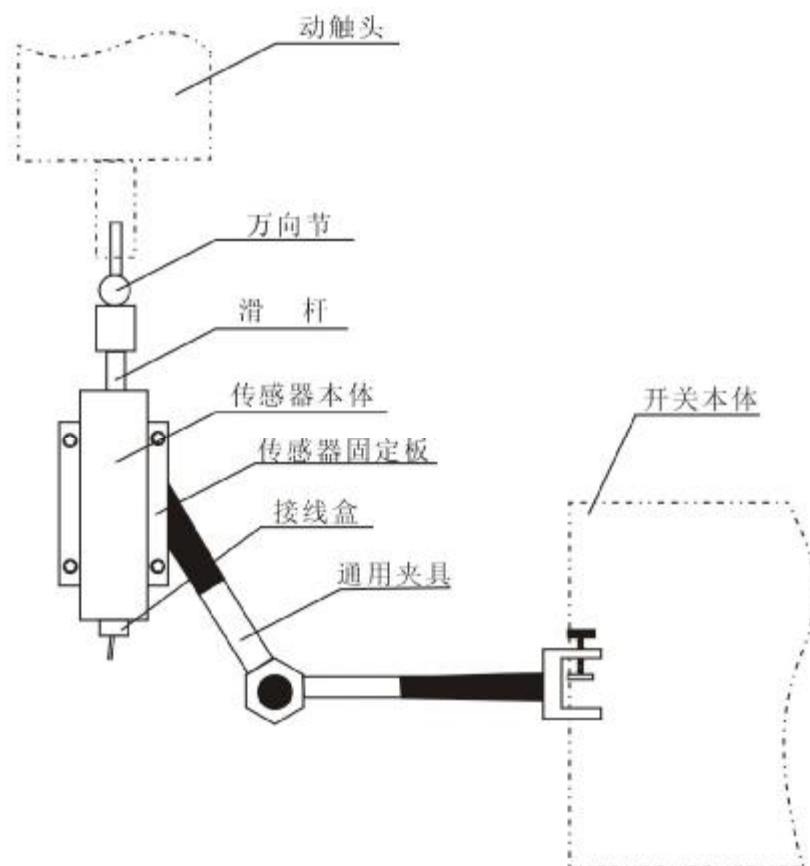

图 6 线性位移传感器的安装
(1) 传感器由以下几部分组成：本体、滑杆、万向节、固定夹板、接线盒几部分组成。
(2) 传感器的固定及安装（见图 6）：将传感器本体固定在传感器固定板上，中间通过通用夹具固定到开关本体上，通用夹具角度可调。传感器无法用通用夹具安装的开关，可以由客户提供开关的相关部分机械图纸，我公司可以制作专用的传感器夹具。
(3) 滑杆经万向节连接到开关动触头上。安装时请尽量使用传感器行程的中部位置，确定触头的分合位置，使触头的行程包含在滑杆的行程中，并且动触头行程在滑杆行程的中部，以避免损伤传感器并且提高采样精确度。
(4) 传感器是用来测量动触头方向的位移，因此安装时除触头运动方向位移外，其他方向的自由度都应限定。安装时应满足以下要求：
(5) 传感器在保存的时候要尽量保持干燥。
(6) 滑线变阻器属于精密电子仪器，使用时请勿磕碰。